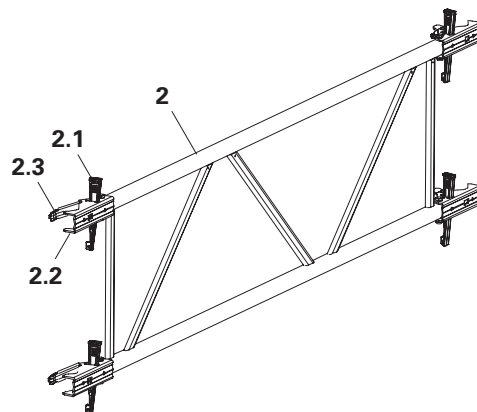

Fig. A1.05
1. Allentare i cunei (2.1) delle chiusure (2.2) e aprire le ganasce (2.3). (Fig. A1.05)